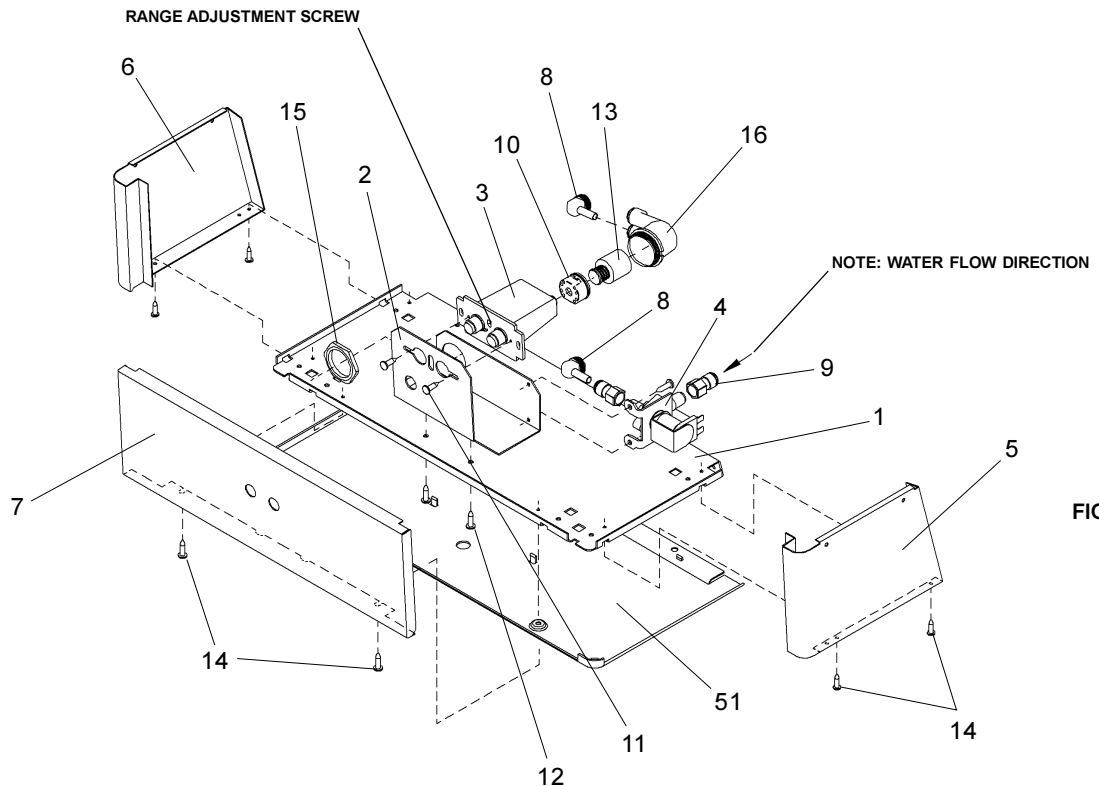

FIG. 3
See Fig. 3 (on page 3) for
- Using a small tip screwdriver, rotate range adjustment screw clockwise to increase range and counter-clockwise to decrease range. (See Fig. 3).
- À l'aide d'un petit tournevis, vissez la vis de réglage de la plage dans le sens des aiguilles d'une montre pour l'augmenter ou dans le sens contraire des aiguilles d'une montre pour la diminuer. (Voir fig. 3).
- 7) Stream height is factory set at 45-50 PSI. If supply pressure varies greatly from this, re-adjust stream height to approximately 1-1/2" (38mm) above the bubbler guard by turning adjustment screw, accessible by removing front panel, Item No.7 (see Fig.3 & 5).
- 8) Replace the front panel and secure by re-tightening four (4) screws.
- 7) La altura del chorro se determina en la fábrica a 45-50 PSI. Si la presión del suministro varía demasiado de este valor, reajuste la altura del chorro a aproximadamente 1-1/2" por encima del protector del borboteador dando vuelta al tornillo de ajuste sacando el panel frontal de empuje, Artículos 7(vea Fig. 3 y 5).
- 8) Vuelva a colocar el panel frontal y asegúrelo apretando nuevamente los cuatro (4) tornillos.
- 7) Le niveau d'écoulement est réglé en usine à 45-50 Lb/po². Si la pression varie beaucoup de ce point, ajustez le niveau à nouveau à environ 1-1/2" (38mm) au-dessus du protège-barboteur en tournant la vis de réglage du régleur que l'on trouve en retirant le panneau, article 7 (voir fig. 3 et 5).
- 8) Remplacez le panneau avant et fixez le en place en resserrant les quatre (4) vis.